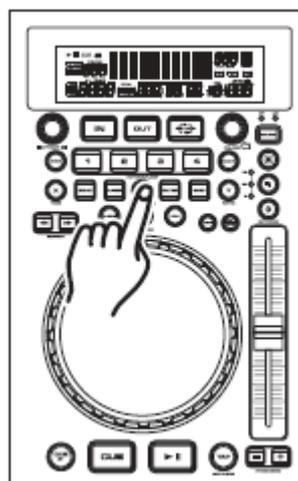

Figura 43
BOTÓN DE RETENCIÓN: Use el **BOTÓN DE RETENCIÓN (18)** para bloquear sus parámetros. Si el botón de retención no está activado, cualquier cambio en los parámetros será momentáneo. Para activar la función de retención, pulse el **BOTÓN DE RETENCIÓN (18)**, como se ve en la figura 43. Cuando la función de retención se activa, el LED del botón de retención se encenderá.